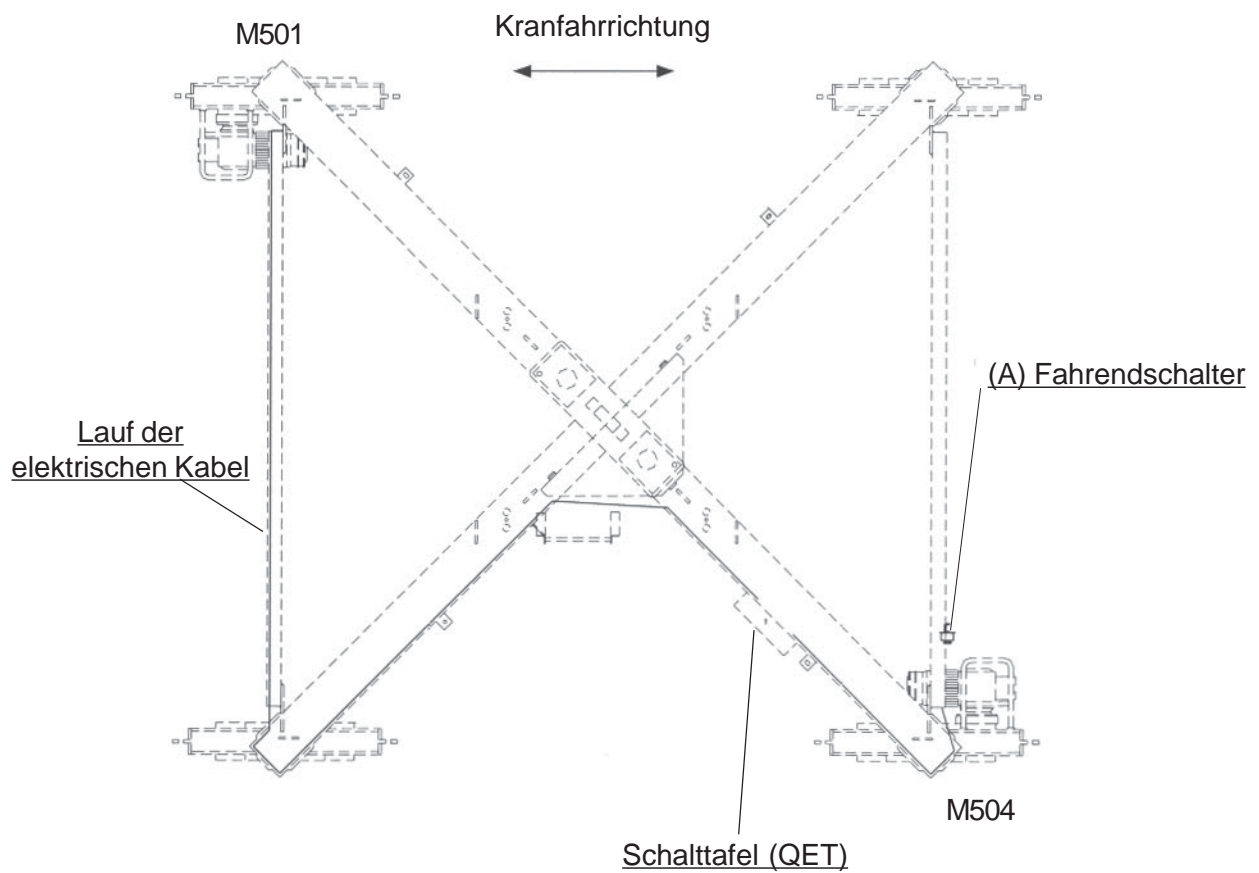

Abb. 1.3.1
Die Gruppe ist mit einem Fahrendschalter (A) ausgestattet, der den Lauf des Krans entlang dem Gleis begrenzt (Abb. 1.3.1)